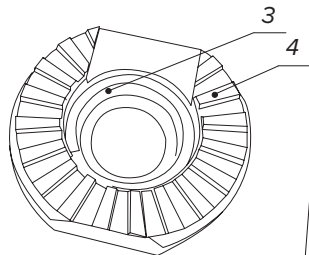

Рис. 6
7. Подготовьте муфту распорную к установке с другой стороны. Для этого установите в муфту [3] кольцо дистанционное (Рис. 6):